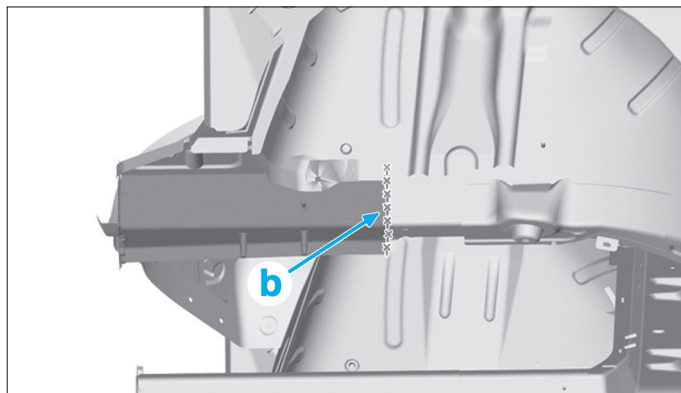

FIG. 217
- Couper selon la ligne de coupe (b) (Fig.217).